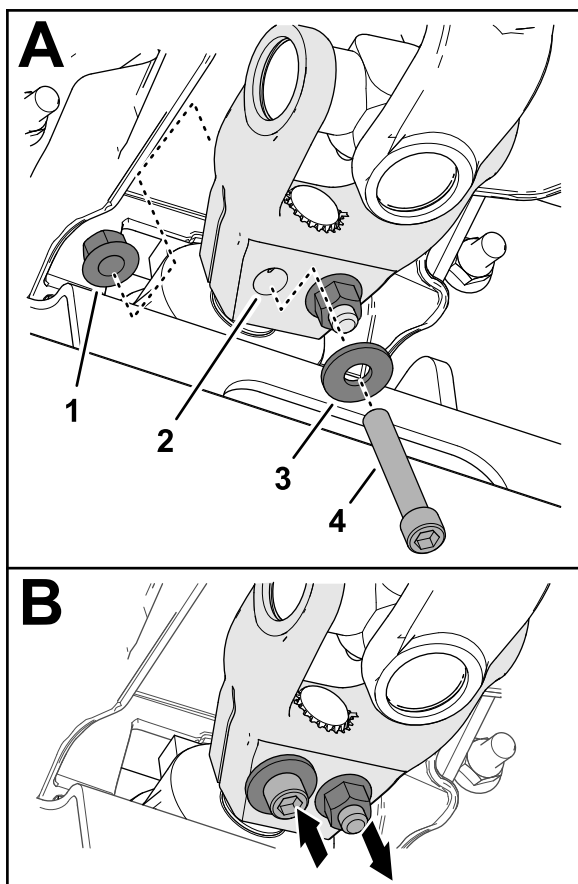

Bild 18
6. Montieren Sie eine Innensechskantschraube ($\frac{3}{8}$ " x $2\frac{1}{4}$ ") durch eine Unterlegscheibe ($\frac{3}{8}$ ") und die Bohrung in der Antriebswellengabel (**Bild 18**), und sichern Sie die Innensechskantschraube mit einer Sicherungsbundmutter ($\frac{3}{8}$ ").
7. Montieren Sie eine Innensechskantschraube ($\frac{3}{8}$ " x $2\frac{1}{4}$ ") durch eine Unterlegscheibe ($\frac{3}{8}$ ") und die Bohrung in der Antriebswellengabel von der entgegengesetzten Richtung (**Bild 18**), und sichern Sie die Innensechskantschraube mit einer Sicherungsbundmutter ($\frac{3}{8}$ ").